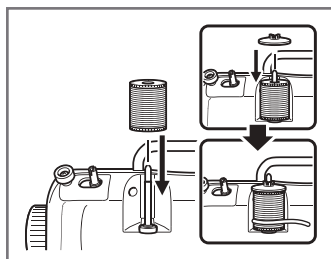

Рис.3
6.3.3 Установите катушку с нитью на стержень, убедившись, что нить разматывается против часовой стрелки. При необходимости используйте фиксаторы катушки и/или защитный колпачок (Рис.3).